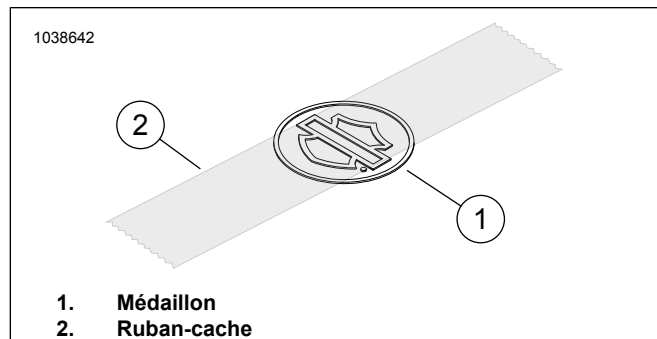

Figure 1. Appliquer du ruban sur le médaillon
2. Voir Figure 1 . Placer un morceau de ruban-cache de 3 pouces centré sur le logo Bar & Shield du médaillon.